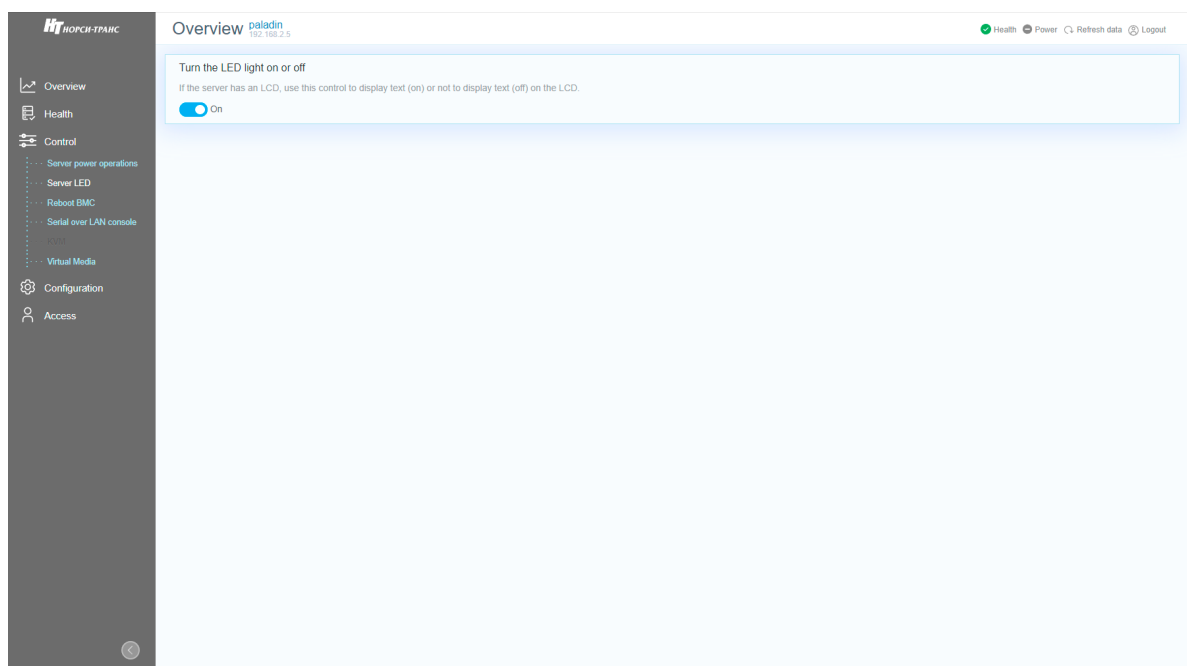

Рис. 73. Окно «Server LED»
- 3) Пройдите во вкладку «Control» → «Server LED» в данной вкладке осуществляется управление светодиодом идентификации сервера в серверной стойке. В поле «Turn the LED light on or off» установите переключатель в активное положение чтобы включить светодиод индикации сервера. Окно показано на рис. 73 Окно «Server LED»